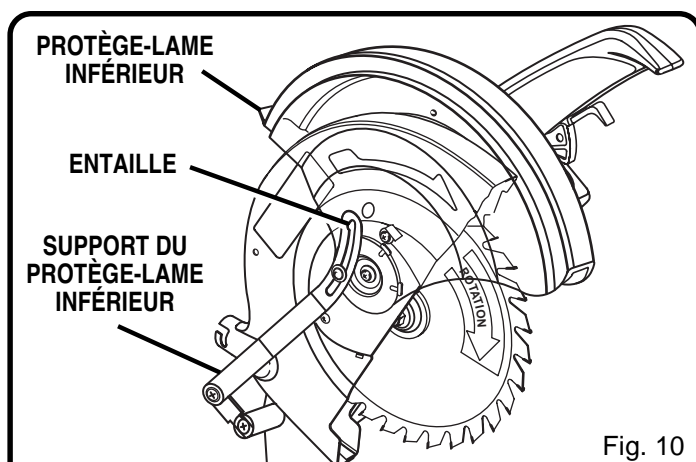

Fig. 10
Voir figures 10, 11, et 12.
- Relevez doucement le support du protège-lame inférieur, en dégageant le protège-lame inférieur de l'entaille afin qu'il puisse être relevé. Voir figure 10.